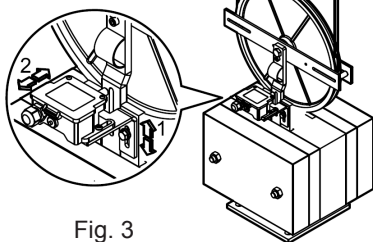

Fig. 3
- Spostare la staffa di fissaggio dell'interruttore di sicurezza in senso verticale (Fig 3 – Pos. 1) in modo tale che non venga azionato l'interruttore stesso.
- Regolare, sull'interruttore di sicurezza, la posizione orizzontale di collegamento sulle asole (Fig. 3 – Pos. 2).